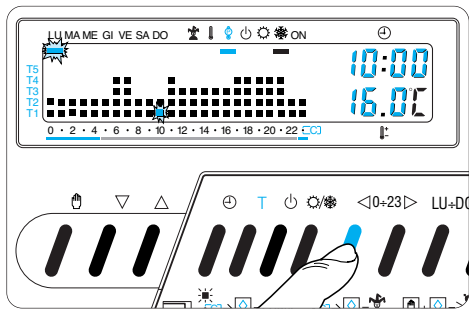

Fig. 35
10.2 - Tramite il pulsante $\langle 0 \div 23 \rangle$ spostare il segmento lampeggiante  alle ore 0 sul grafico del programma giornaliero (fig. 35).